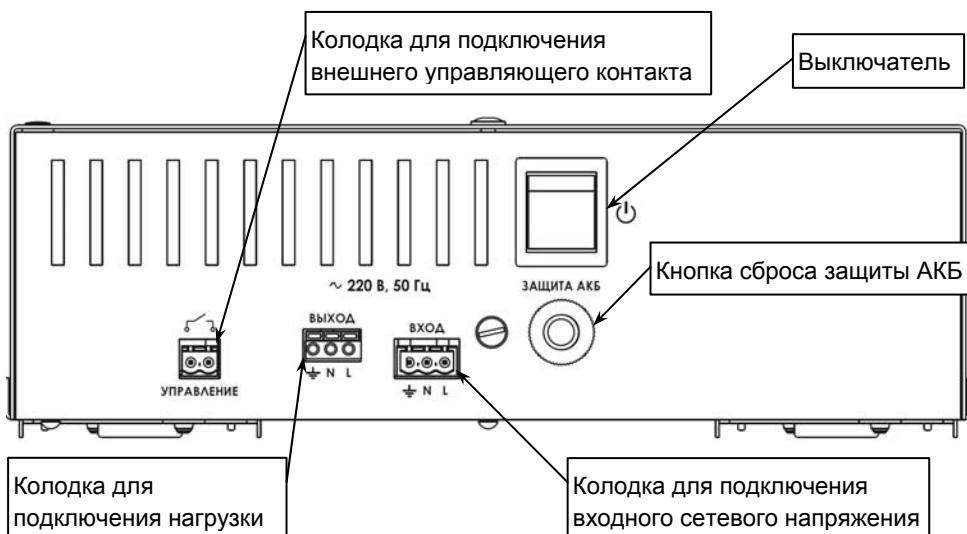
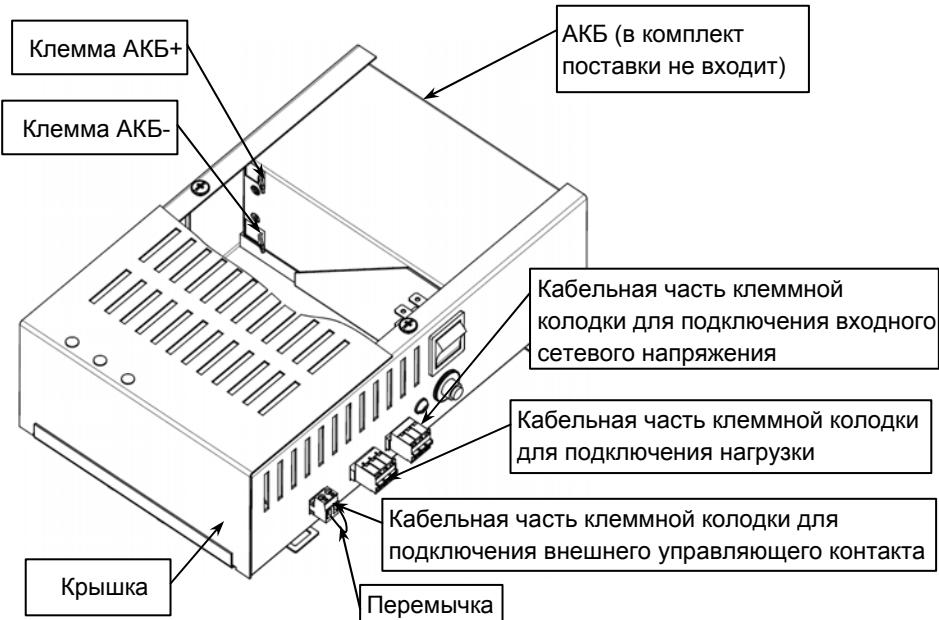

Рисунок 2- вид изделия со стороны подключения
Рисунок 3 — расположение АКБ и кабельных частей колодок
**Включение изделия** осуществляется выключателем (см. рисунок 2). Клеммы колодки «УПРАВЛЕНИЕ» должны быть замкнуты внешним управляющим контактом или перемычкой (см. рисунок 3). После включения, изделие в течении 20 секунд тестирует состояние входного сетевого напряжения, индикатор «РЕЗЕРВ» светится. Если уровень сетевого напряжения находится в допустимом диапазоне, изделие подключает нагрузку к источнику сетевого напряжения, индикатор «РЕЗЕРВ» гаснет, индикатор «ОСНОВНОЙ» включается. В противном случае изделие питает нагрузку от АКБ (режим «РЕЗЕРВ»).
- открыть корпус изделия, сняв крышку и разместить в нем АКБ (см. рисунок 3);
- подсоединить к кабельной части разъемной колодки «УПРАВЛЕНИЕ» провода для подключения внешнего управляющего контакта или проводную перемычку (см. рисунок 3);
- Включить изделие выключателем (см. рисунок 2).
Включить изделие выключателем. Изделие выполнит те же действия, что и при работе от сети, за исключением того, что питание нагрузок осуществляется от АКБ. Изделие сразу перейдет в режим «РЕЗЕРВ», индикатор «РЕЗЕРВ» включится (см. рисунок 2).
| Изделие включается только в режиме «ОСНОВНОЙ»  | Сработала защита изделия по цепи АКБ. Нажать кнопку «ЗАЩИТА» (см. рисунок 2).  |